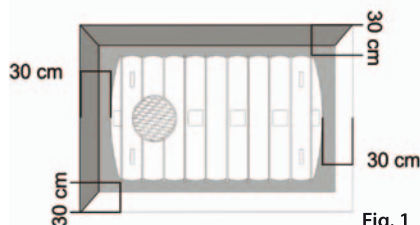

Fig. 1
1. Eseguire lo scavo con le dimensioni suggerite in fig. 1.